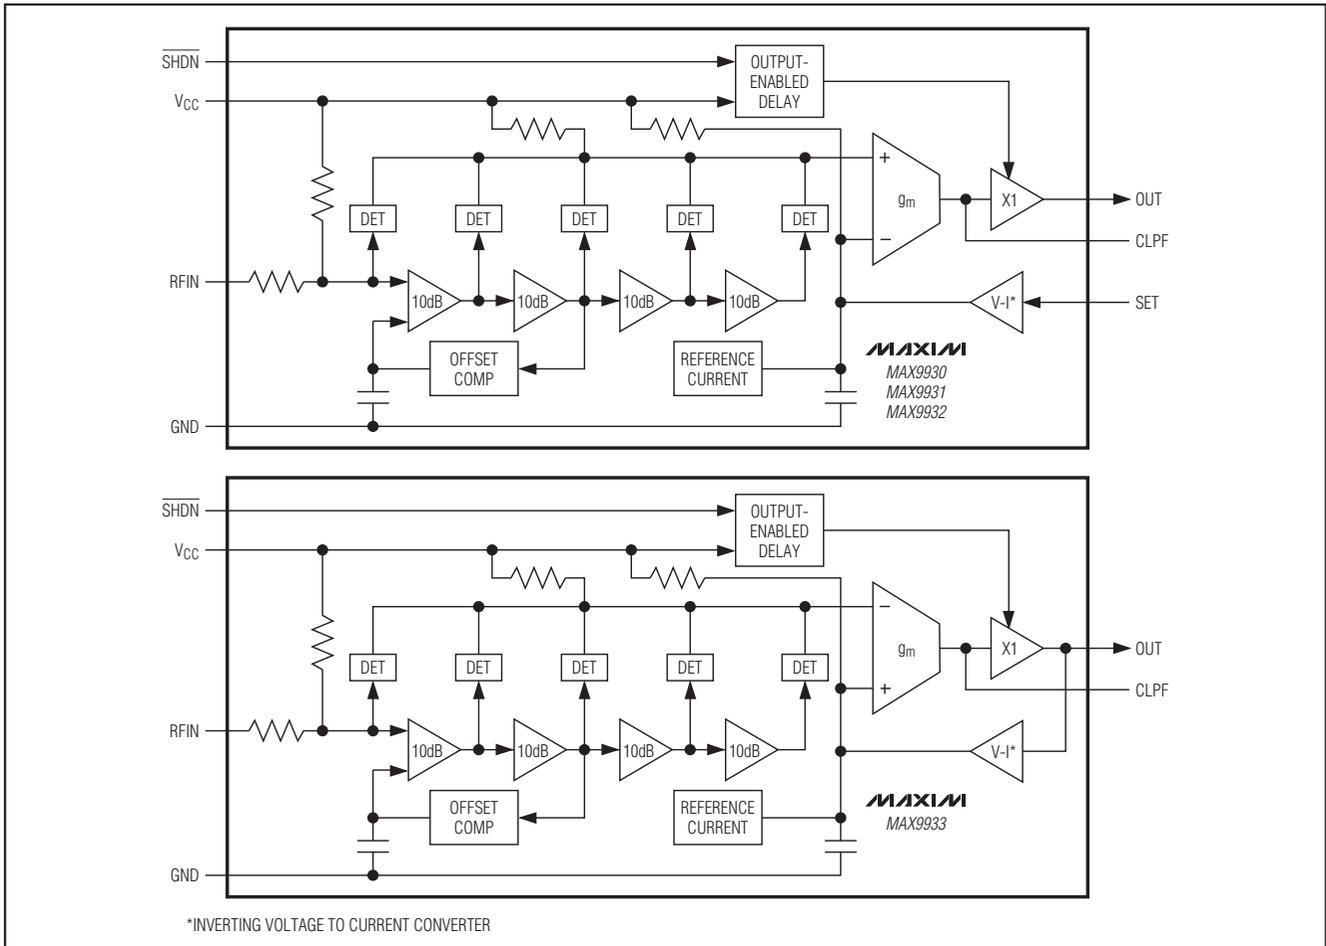

図1. ファンクションダイアグラム
**Note 3:** Set-point slew rate is the rate at which the reference level voltage, applied to the inverting input of the  $g_m$  stage, responds to a voltage step at the SET pin (see Figure 1).
対数アンプ(ログアンプ)のMAX9930~MAX9933ファミリは、4段構成メインアンプ/リミッタ段を備え、各段の小信号利得は10dBです。各アンプの出力段は、全波整流器(検出器)に供給されます。また、もう1個の検出器段が最初の利得段の前に配置されています。合計5個の検出器はそれぞれ、10dBの幅で分離され、対数アンプストリップを構成します。図1は、対数アンプのファンクションダイアグラムを示しています。